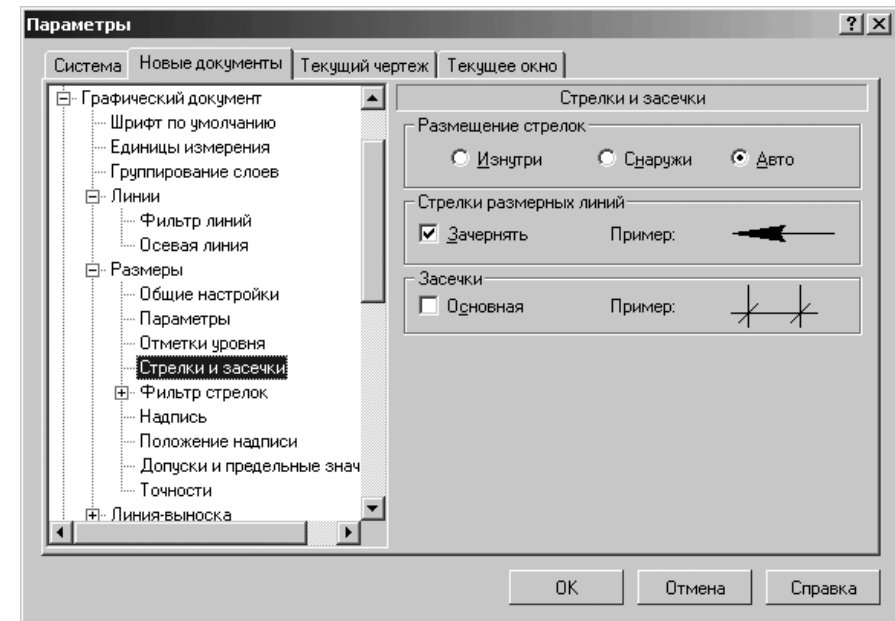

Рис. 10.26. Диалоговое окно **Параметры** с открытой вкладкой **Новые документы** и панелью **Стрелки и засечки**
- щелкните в списке настраиваемых элементов **Размеры** по пункту **Стрелки и засечки**. В правой части появится панель **Стрелки и засечки**, показанная на рис. 10.26.